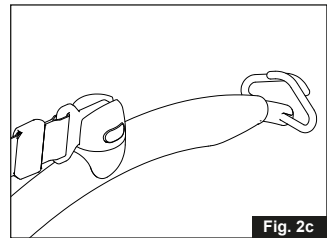

Fig. 2c
2. Rilasciare il pulsante giallo (fig. 2c)